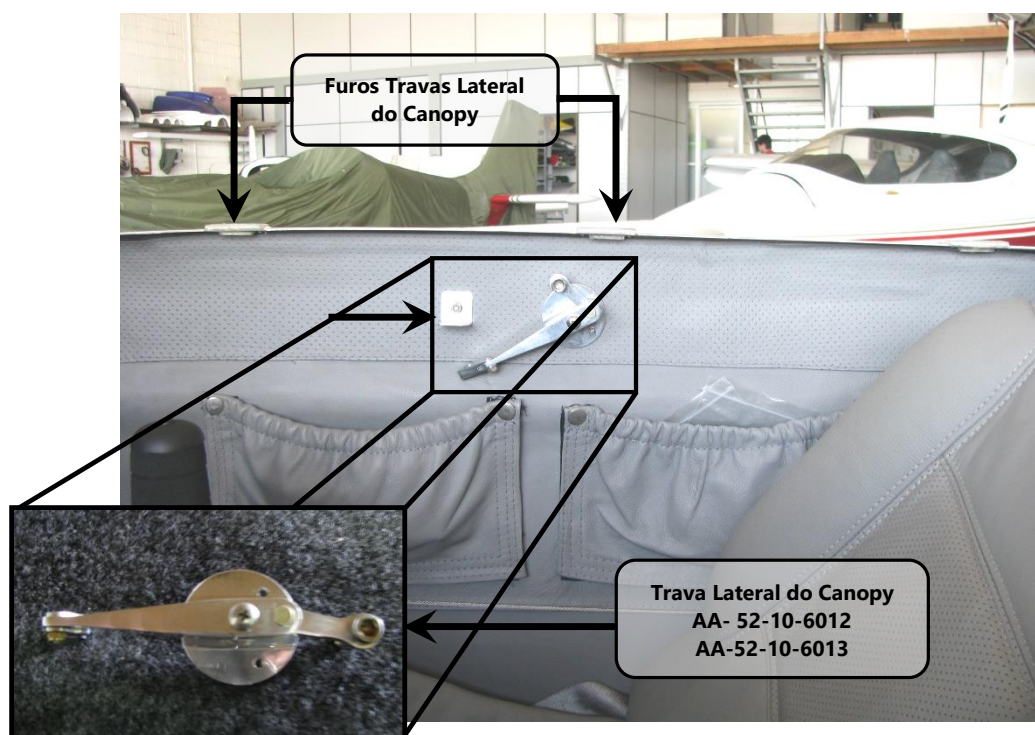

Figura 52.10.26 – Instalação da trava laterais do canopy
5. Remover as porcas MS21042-3 mostradas na figura 52.10.26 e os parafusos MS24694-C52 e arruelas 04-00398(WA-10) mostrados na figura 52.10.27. Utilizar uma chave do tipo catraca $\frac{1}{4}$ " com soquete $\frac{1}{4}$ " de 3/8" e uma chave Phillips de 6"x1/4"